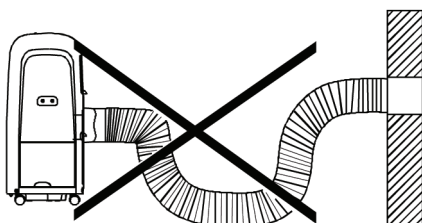

Рис. 22
**ЗАПРЕЩАЕТСЯ ВЫГИБАТЬ ВОЗДУХОВОД** (см. рис.22).